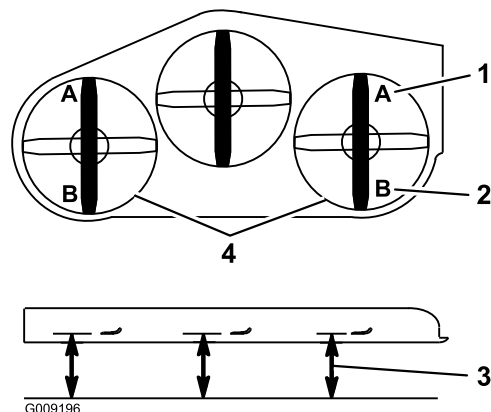

Figure 84
9. De chaque côté du plateau de coupe, mesurez la distance entre la surface plane et la pointe avant de la lame (position A). On doit obtenir un écart de 7,6 cm (Figure 84).
15. De chaque côté du plateau de coupe, mesurez la distance entre la surface plane et la pointe arrière de la lame (position B). On doit obtenir un écart de 8,3 cm (Figure 84).